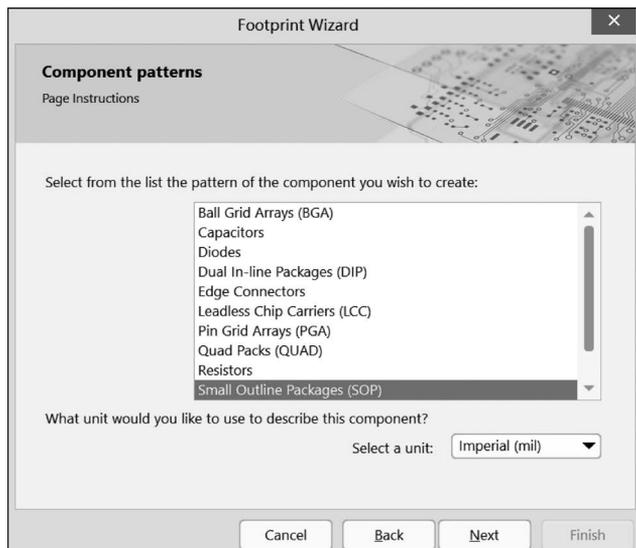

图 3-28 封装模型
(2) 单击 Next 按钮后, 选择封装模式, 本例选择 SOP 封装, 单位默认为 mil, 如图 3-28 所示。